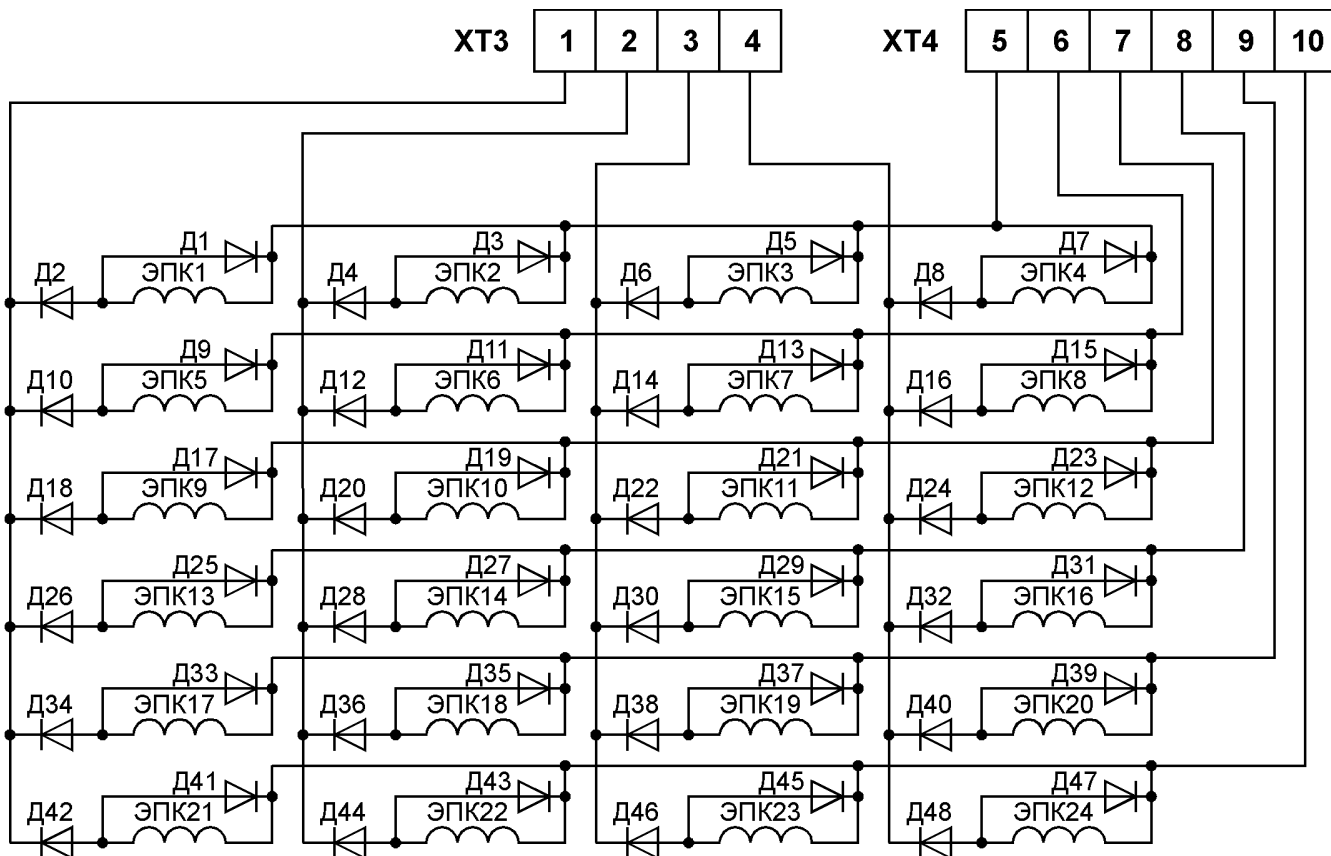

Рис. 3. Схема подключения ЭПК.
На рис. 3 показана схема подключения ЭПК. Их нумерация соответствует порядку включения. При верхнем (по схеме) положении переключателя JP1 работают ЭПК1...ЭПК8, при нижнем - ЭПК1...ЭПК16. Если переключатель JP1 не установлена, то поочередно управляются все 24 ЭПК.
7.3. ЭПК подключаются к клеммам 1 - 10 блока (при количестве каналов - 24), либо к клеммам 1 - 8 (при количестве каналов - 16), либо к клеммам 1 - 6 (при количестве каналов - 8) согласно рис. 3.